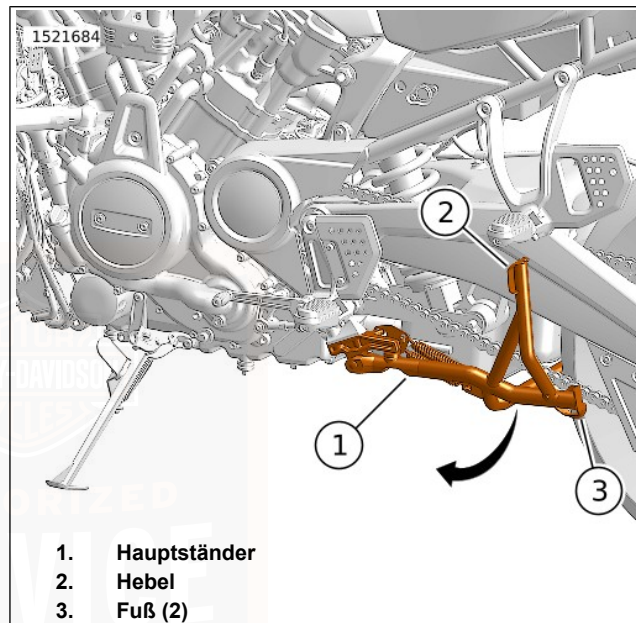

Abbildung 11. Hauptständer
4. Siehe Abbildung 11. Den Hebel (2) mit dem Fuß nach unten drücken.
5. Sicherstellen, dass beide Füße (3) auf dem Boden sind.
6. Während der Hebel (2) nach unten gedrückt wird, das Motorrad nach hinten schaukeln und auf den Hauptständer (1) heben.